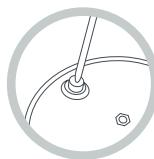

Fig.5a
1. Ponto de exaustão (23). Retire a tampa e a válvula rotativa. Verifique no interior da tampa se o ponto de exaustão está completamente limpo. Caso contrário, limpe com uma vareta fina (Fig. 5a).